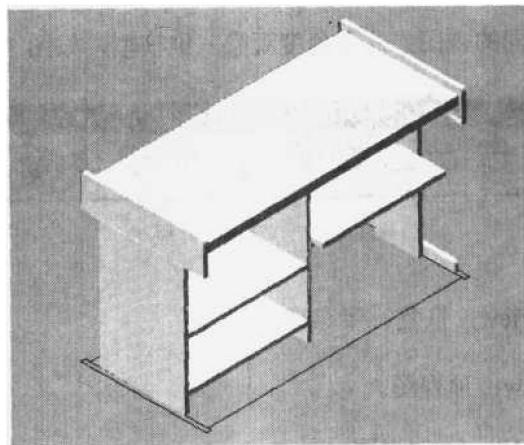

图 1.10 实体显示桌子模型
(7) 单击视窗上方的 按钮，实体显示桌子模型，如图 1.10 所示。